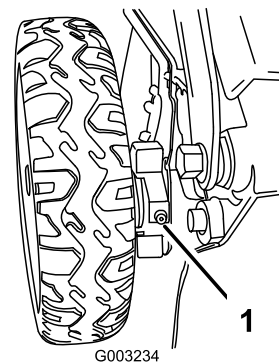

Figure 48
1. Essayez les graisseurs situés juste à l'intérieur des roues arrière avec un chiffon propre (Figure 48).